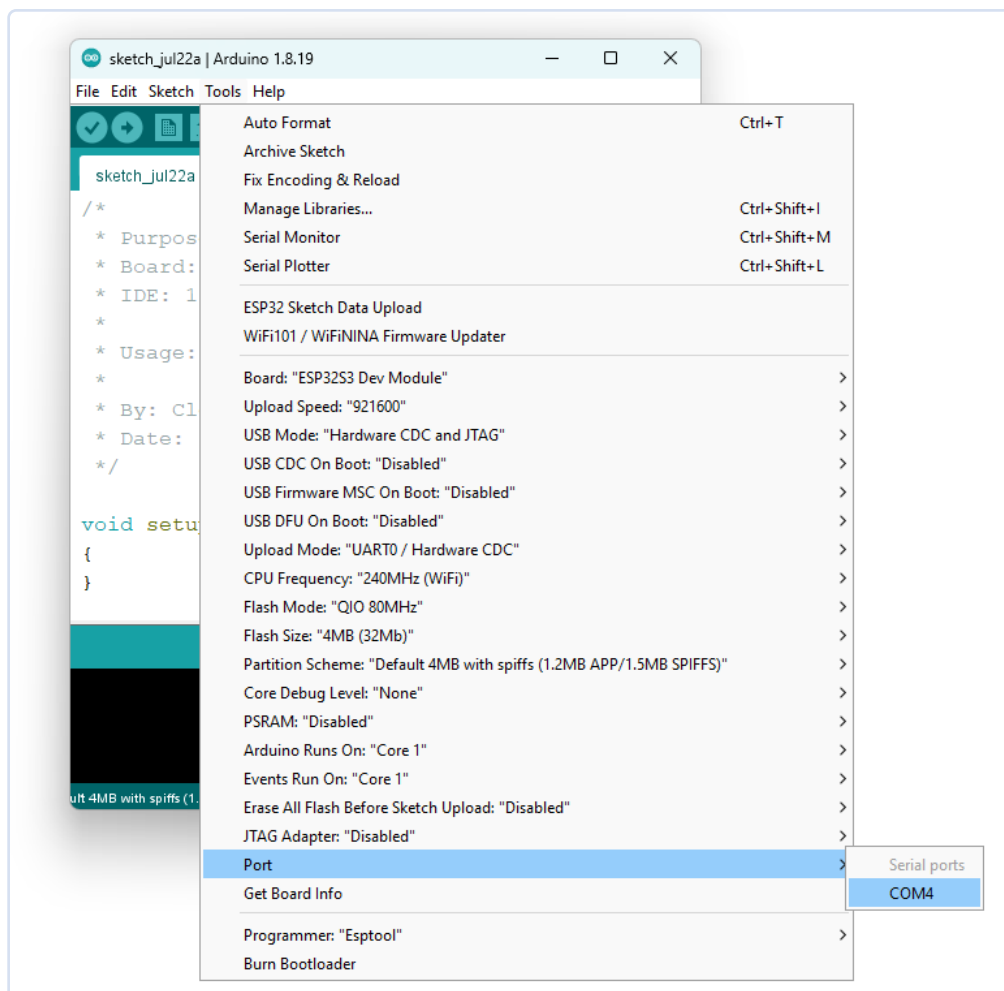

Figure 7. Choisissez le port série correspondant au module ESP32.
- Dans le menu *Outils*, sélectionnez le port approprié (figure 7).